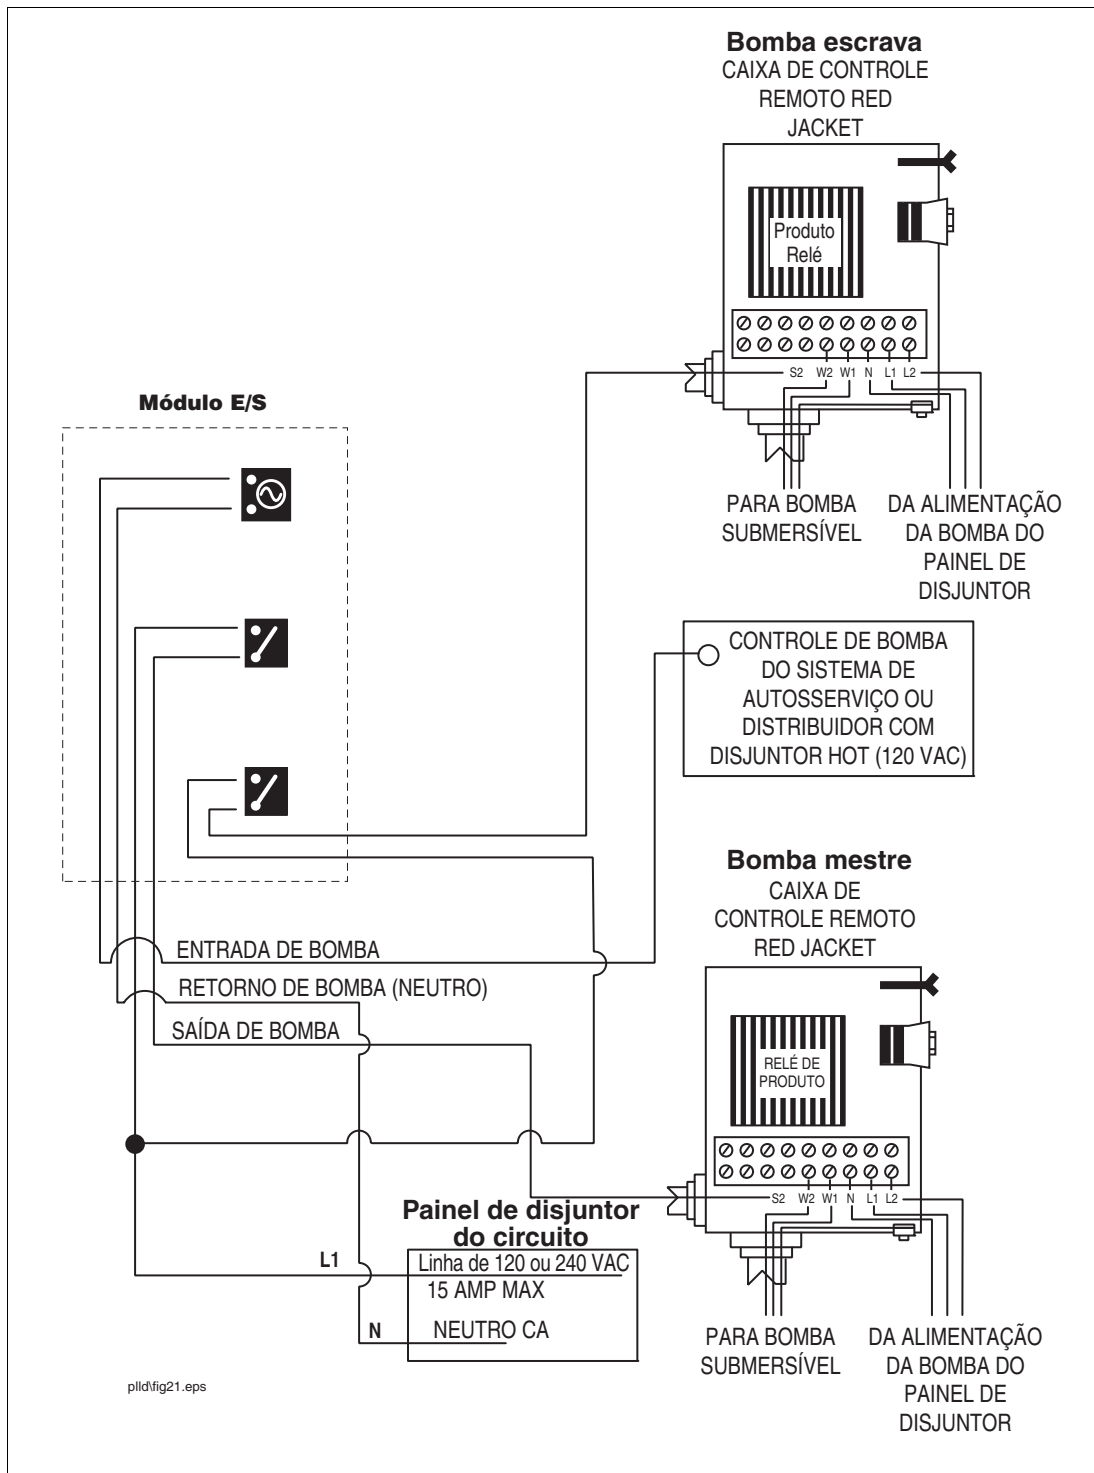
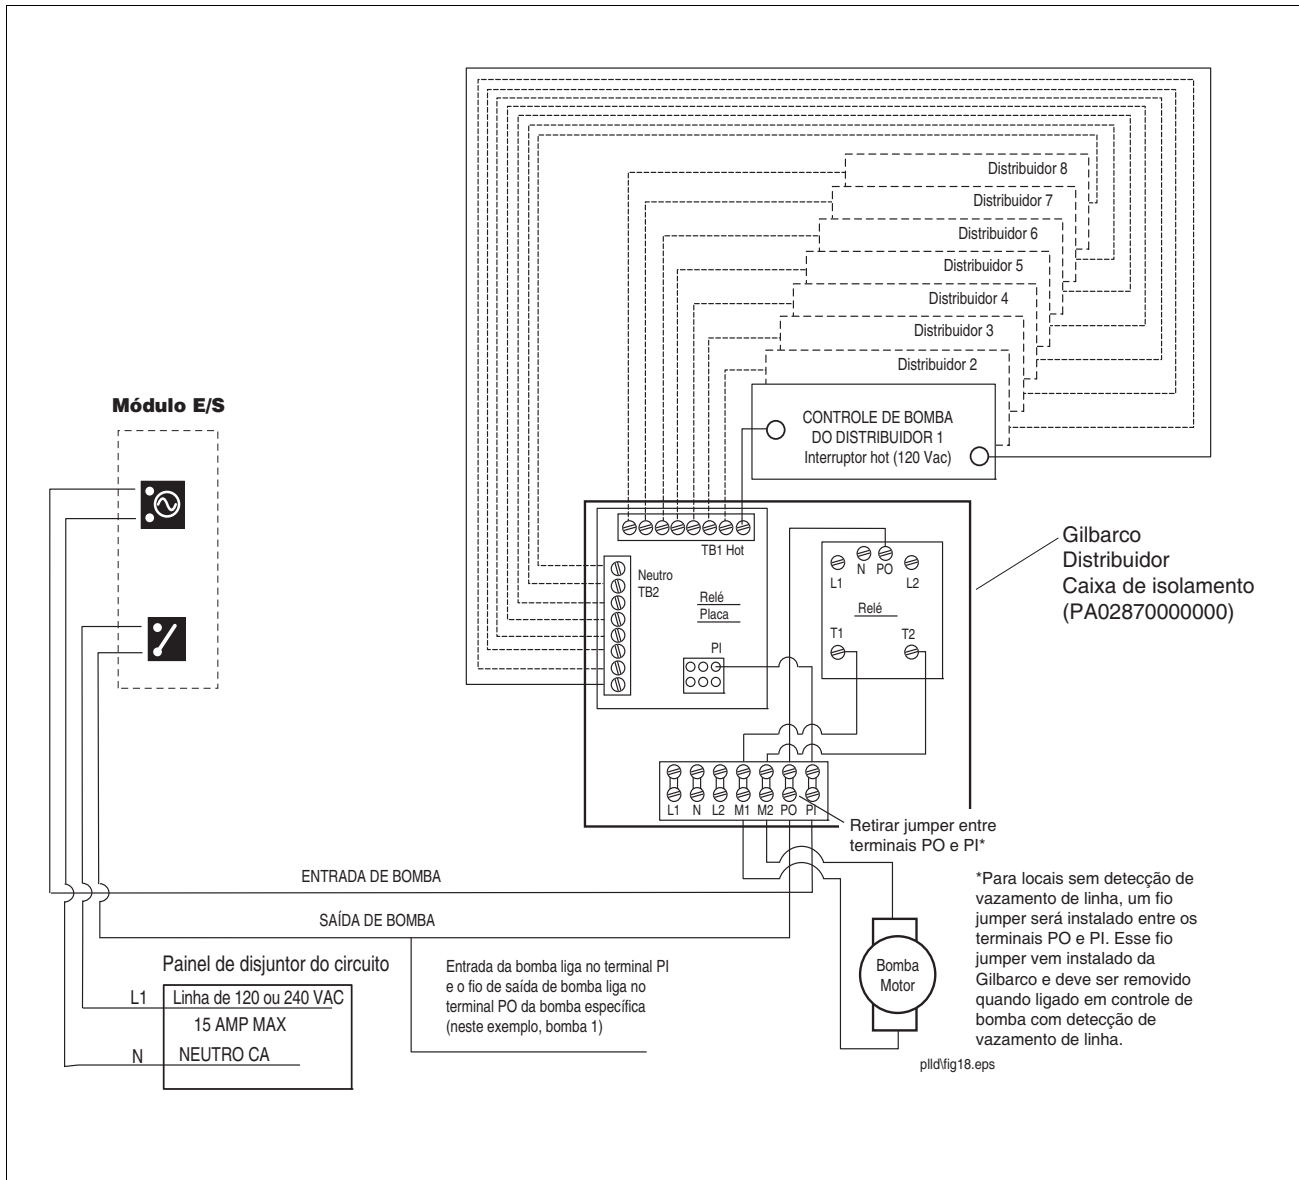
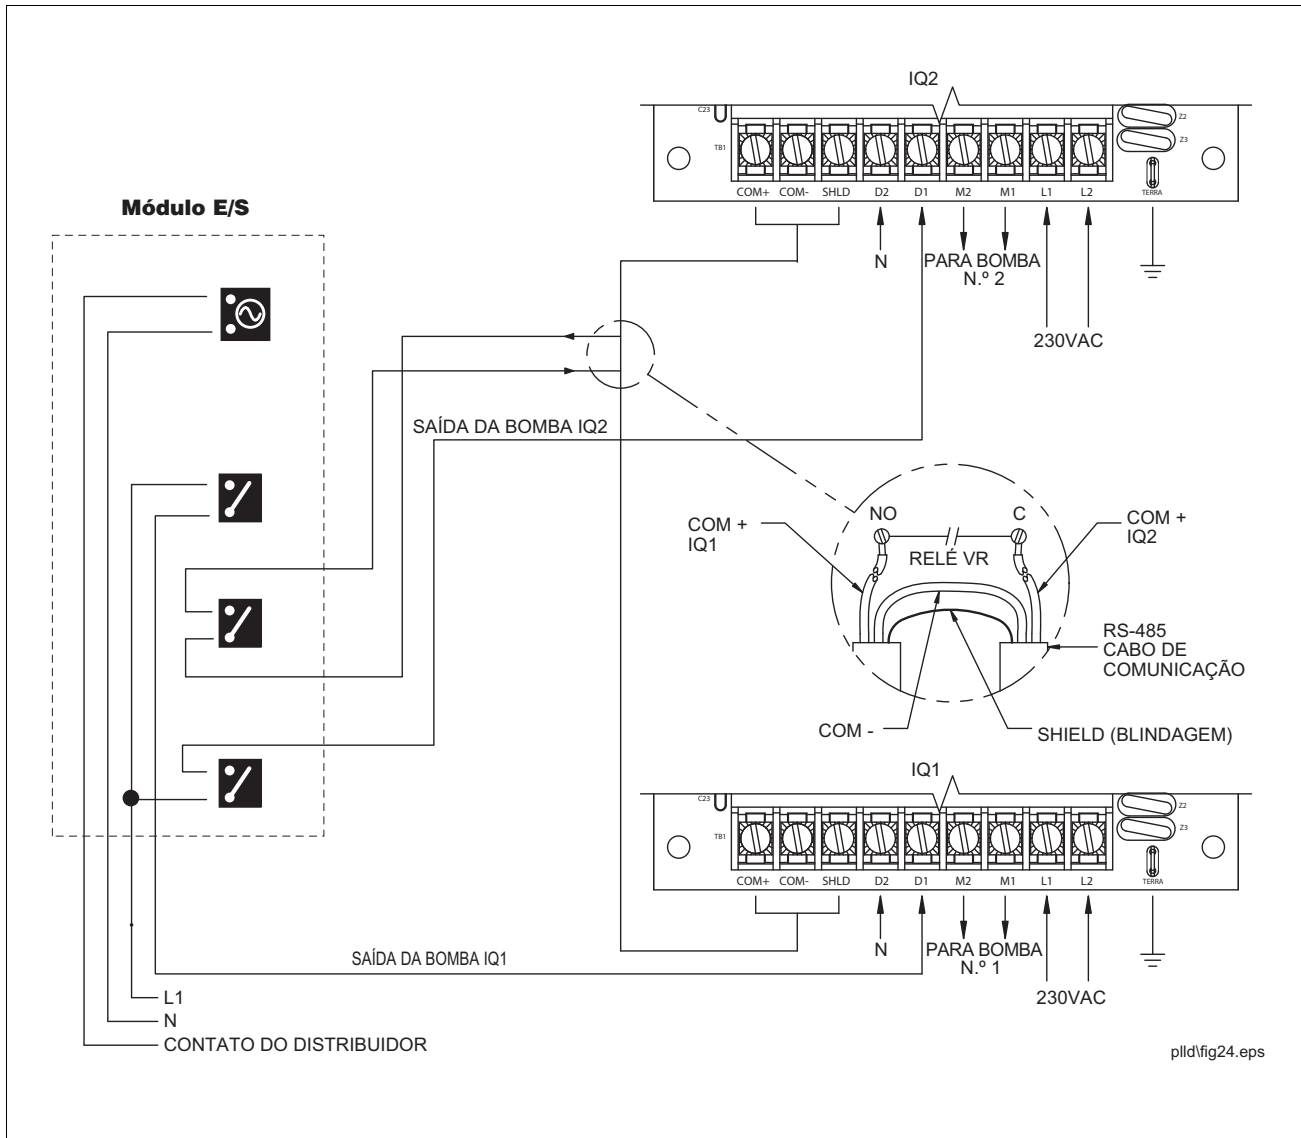

Figura 21. Diagrama de fiação - linhas com câmara - DPLLD - tanques múltiplos (caixa de controle de relé RJ exibida neste exemplo)
Figura 22. Diagrama de controle de bomba do DPLLD para caixa de isolamento do distribuidor Gilbarco
Figura 24. Linhas de produto com câmara - controladores duplos da IQ Red Jacket
- Tanques com câmara (ver Figura 21, Figura 22 e Figura 24)
- Caixa de isolamento de distribuidor Gilbarco (ver Figura 22)